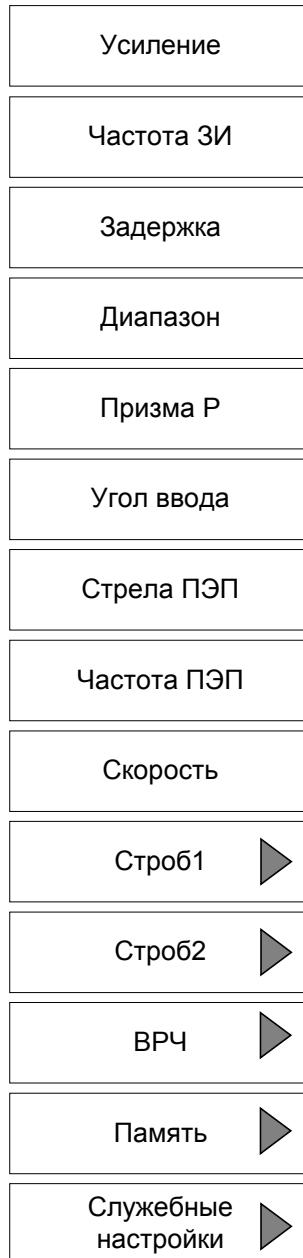

Рисунок 32 – Главное меню дефектоскопа в режиме «Пользователь»
6.3.2 Главное меню дефектоскопа в режиме «Пользователь» повторяет основные пункты меню «Эксперт» (см. п. 6.3.1) и состоит из следующих пунктов (рисунок 32):